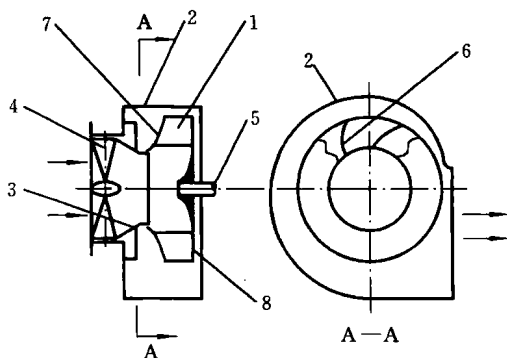
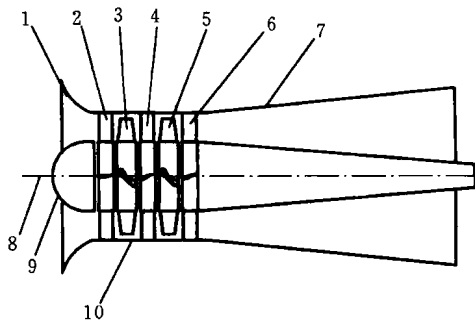

图 1-5 单级、单侧进风离心式风机示意图
图 1-6 两级轴流式风机示意图
(1) 根据气体在叶轮内部的流动方向可分为离心式(气体沿轴向进入叶轮,在叶轮内转为径向流出,如图 1-5 所示)和轴流式(气体沿轴向进入叶轮,经叶轮后仍沿轴向流出,如图 1-6 所示)。
(2) 根据叶轮数目可分为单级(风机内只有一个叶轮,如图 1-5 所示)和两级(风机内有两个叶轮,如图 1-6 所示)。
(3) 根据风机产生的压力大小可分为低压风机(全压小于 1 000 Pa)、中压风机(全压为 1 000~3 000 Pa)和高压风机(全压
轴流式风机的主要零部件也是叶轮、主轴和机壳,叶轮由轮毂和叶片组成。图 1-6 所示为轴流式风机结构简图,当主轴带动叶轮旋转时,叶片间的气体从旋转的叶轮中获得能量,并从轴向流出,同时叶轮入口处形成负压,使外界空气由轴向流入叶轮。叶轮连续旋转,就能源源不断地输出有压气体。